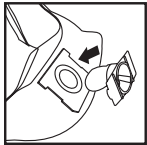

FIGURA 23
30. Coloque el deflector de entrada con la abertura mirando hacia el lado izquierdo o el lado derecho de la bolsa filtrante. Deslice el collar de la bolsa filtrante por encima del deflector de entrada, de manera tal que las muescas del collar de la bolsa coincidan con las lengüetas del deflector de entrada. La bolsa sólo encaja correctamente de una manera. **FIGURA 23.**